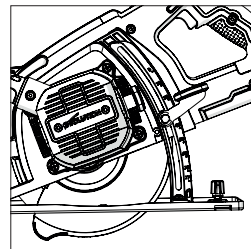

Fig. 11
**Nota:** Hay una galga de profundidad unida a la placa base. El alineamiento de la palanca de funcionamiento, (5), con la correspondiente profundidad requerida, (Fig.11), puede ayudar a realizar un ajuste rápido.